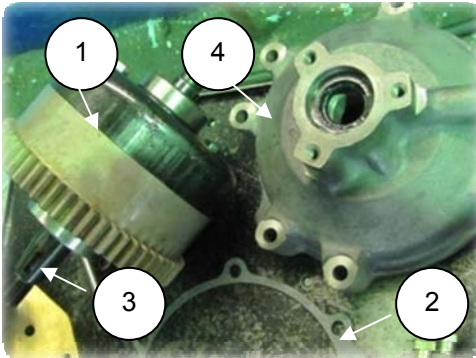

Рис. 6.23
1. Установить оправку предохранительную на вал муфты (3), смазать маслом заходные поверхности оправки и сальника, установить муфту опережения впрыска (1) (840.1121010-20) (рис. 6.23), предварительно совместив метки "О" шестерни привода ТНВД муфты с меткой "О" шестерни распределительного вала (Приложение Е).
2. Установить прокладку (2) (840.1029178-10) корпуса заднего подшипника (4), совместив все отверстия (рис. 6.23).
1. Установить корпус заднего подшипника (4) (850.1029175) на картер маховика и автомукту (рис. 6.23);
4. Запрессовать шпонку сегментную 6×9 в валик (3) (рис. 6.23) полумуфты;